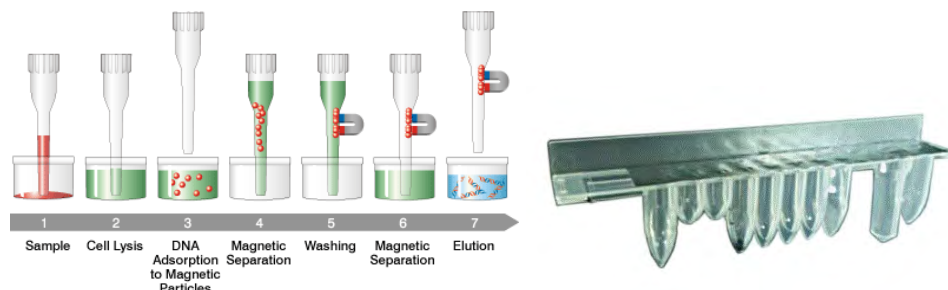

Figura 1.4: Principio de extracción de ácido nucleico y contenedor de extracción ELITE InGenius SP 1000
- El juego de reactivos está optimizado para el aislamiento de ácidos nucleicos de muestras con hasta 1 mL. (Figura 1.4: ELITE InGenius – Contenedor de extracción SP1000 y principio de extracción).
**ELITE InGenius® PCR cassette:** contenedor con tubo integrado para PCR y tapa (Figura 1.4: ELITE InGenius - Contenedor PCR)